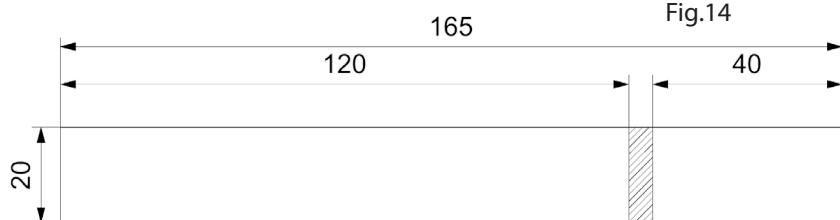

Fig.14
14. Cortar la varilla (6) como se indica en la Fig. 14.